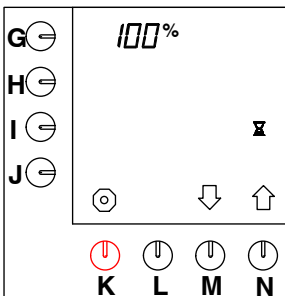

Fig. 35 Pausetid 100%
- Trykk på valgtasten (N.)↑ inntil fig.35 vises på displayet.